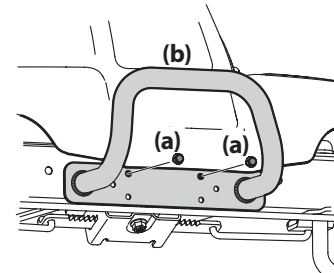

Figura 10
- Extraiga los dos tornillos (a), como se indica en la Figura 10.
- Ubique el paracolpes (b) sobre los orificios de montaje y sujete con los tornillos (a) que extrajo en el Paso 1. Consulte la Figura 10.